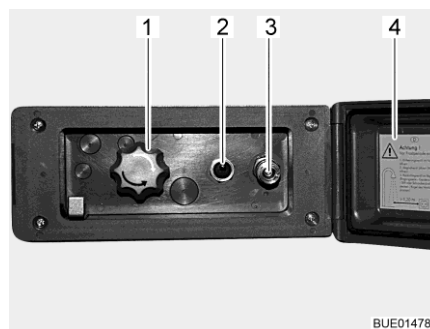

Fig. 190 Branchement de la douche extérieur
- Déverrouiller et ouvrir le couvercle (Fig. 190,4).
- Brancher le flexible de la douche extérieure sur la fermeture rapide (Fig. 190,3).
- Allumer la pompe à eau avec le commutateur (Fig. 190,2).
- Régler la température de l'eau selon ses désirs avec le bouton rotatif (Fig. 190,1).
- Éteindre la pompe à eau avec le commutateur (Fig. 190,2).
- Fermer le couvercle (Fig. 190,4) et verrouiller avec la clé.
- Placer le bouton rotatif (Fig. 190,1) sur la position intermédiaire.